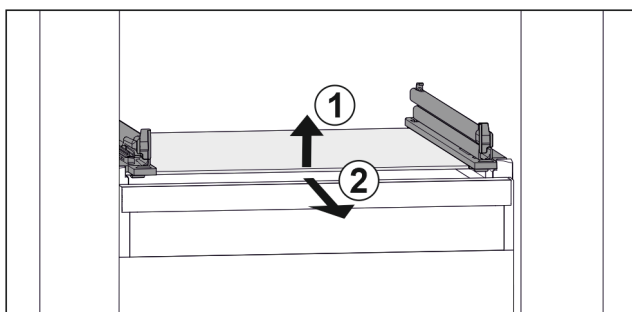

Fig. 88 Reprezentare exemplificativă a plăcii de sticlă
- ▶ Ridicați placa de sticlă din față. Fig. 88 (1)
- ▶ Extrageți placa de sticlă spre înainte. Fig. 88 (2)